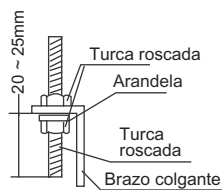
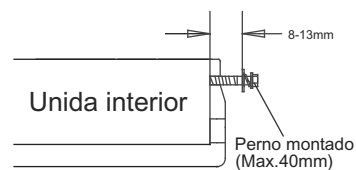

Fig.42-10
Fig.42-11
2. Ubicar el brazo sobre el perno (Vea Fig. 42-10) Prepare los pernos de montaje en la unidad (Vea Fig. 42-11).